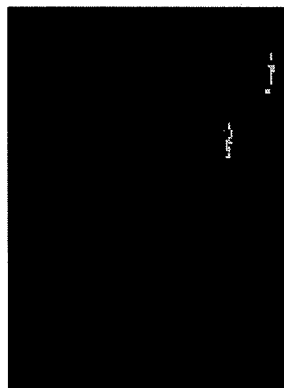

Figura 12
1. Para bajar la escobilla de goma y encender el motor de vacío, mueva la palanca de la escobilla de goma hacia la derecha y hacia abajo. Consulte la figura 12.